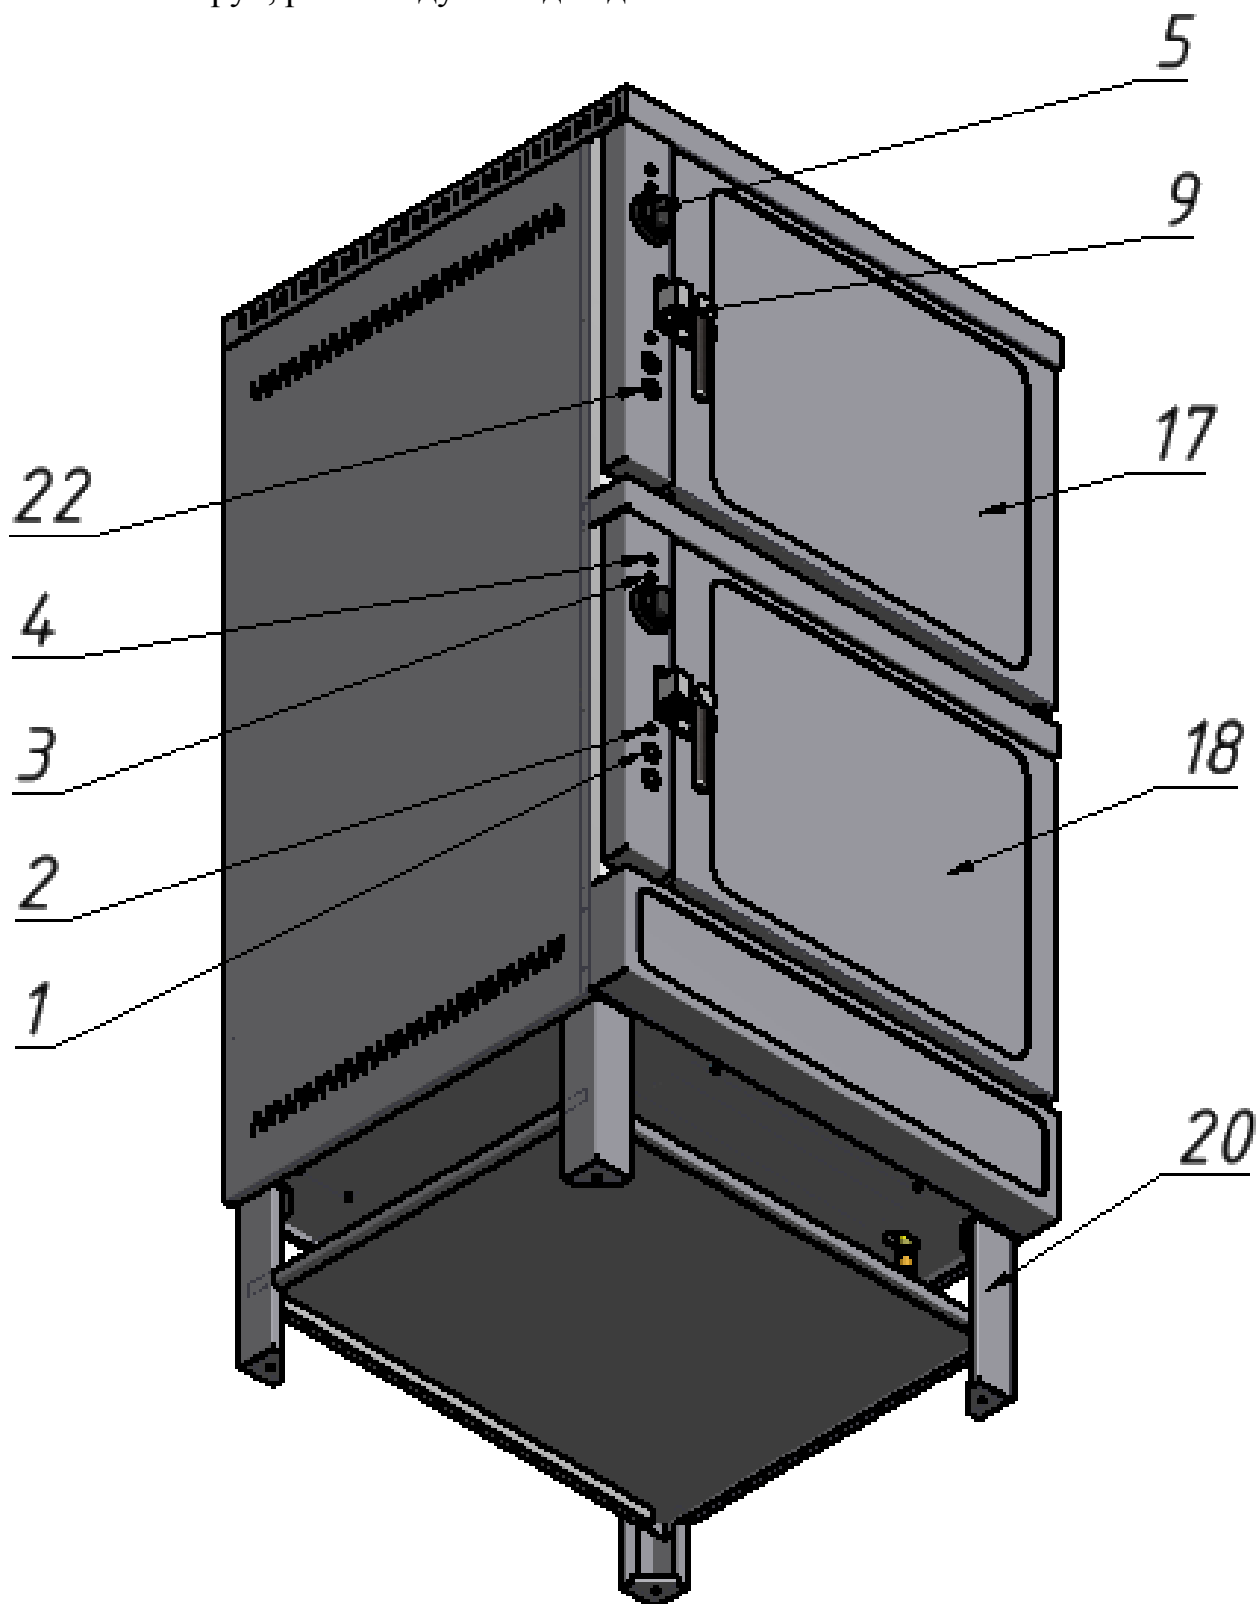

РИС.1
Для опорожнения парогенераторов верхней и нижней камеры и их промывки служат краны слива воды, поз.6 и19 Рис. 1.
8.2 Включить верхнюю или нижнюю камеру нажав кнопку (поз.22. рис.1).
9.6.3 слить содержимое парогенератора через сливной кран поз.6 или поз.19 рис.1
9.6.4 открыть кран поз.12 или 13 рис.1